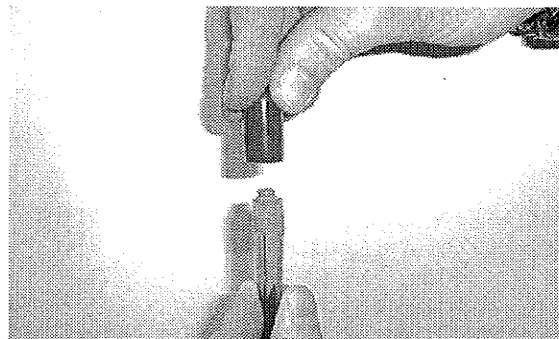

FIG. 1
1. Extraiga la tapa del tubo inyector azul. No pierda la tapa (Fig.1) Use la tapa para prevenir la obstrucción del tubo inyector cuando la máquina no se usa.